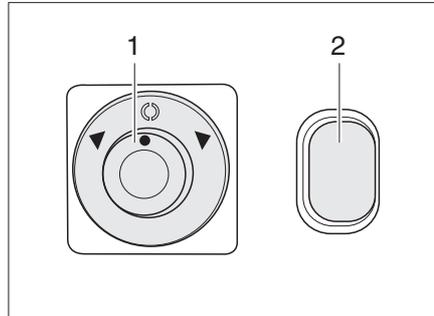

Bild 18 Schalter für elektrisch einstellbare Außenspiegel und Spiegelheizung
- Den Spiegel, der eingestellt werden soll, wählen. Dazu den Drehschalter (Bild 18,1) nach links oder rechts drehen.
- Den Spiegel durch Drücken des Schalters (Bild 18,1) in die entsprechende Richtung einstellen.
- Den Schalter (Bild 18,2) drücken. Die Kontroll-Leuchte im Schalter zeigt den Betrieb an.